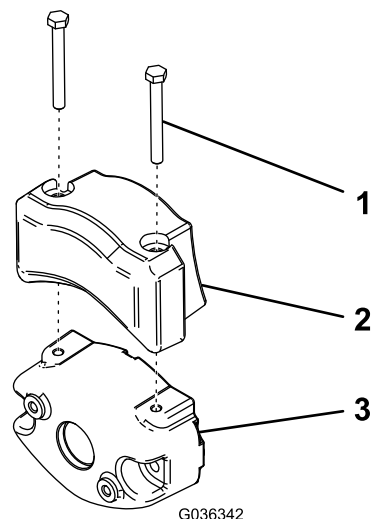

図 50
2. 図 50 のように、キャップスクリュー2本を使用して既存のカウンタウェイトに電動用ウェイトを取り付ける。